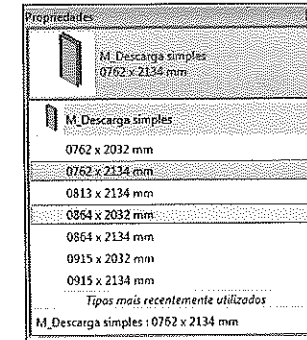

Figura 8.11 – Seleção de um tipo de porta.
1. Na aba **Arquitetura > Porta** selecione em **Propriedades** uma porta na lista de portas existentes, Figura 8.11.